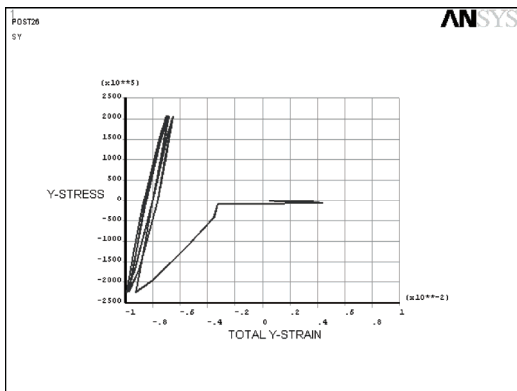

图 5-84 D 点 Y 方向应力同塑性应变的关系曲线
21) 选择 Main Menu | TimeHist Postpro | Graph Variables 命令，出现 Graph Time-History Variables 对话框，在 NVAR1 1st variable to graph 输入栏中输入 2，单击 OK 按钮，ANSYS 显示窗口将显示 D 点 Y 方向应力同塑性应变的关系曲线图，如图 5-84 所示。